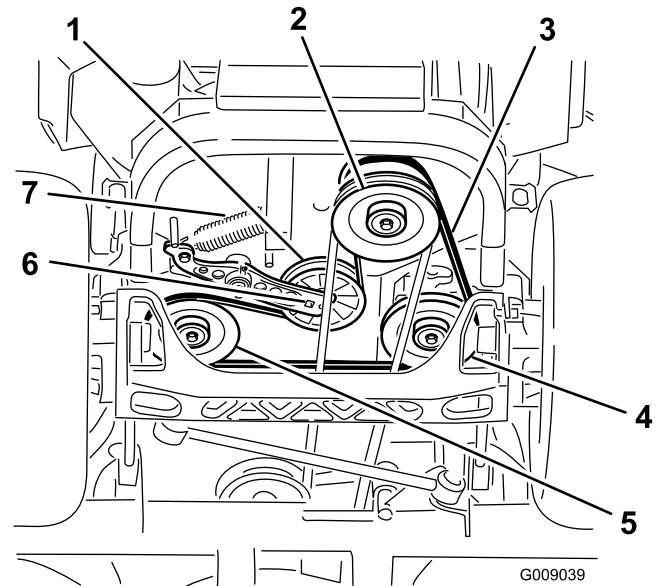

**Figura 77**
12. Instale las cubiertas de la correa (Figura 77).